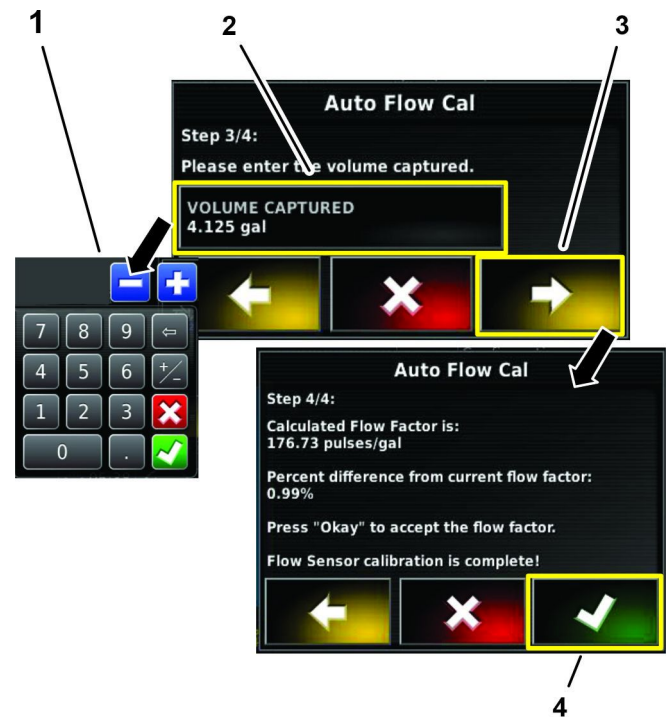
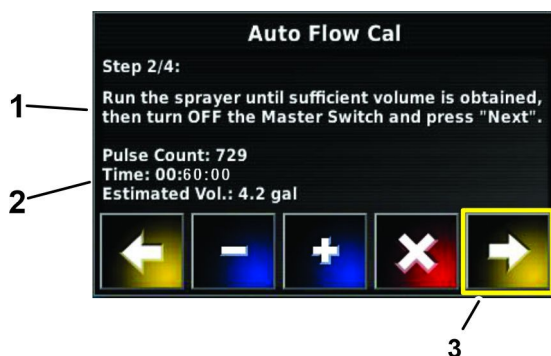

Figure 85
Figure 84
12. Avec le pavé numérique, saisissez la quantité de liquide calculée (Figure 84 et Figure 85).
13. Confirmez le facteur d'étalonnage de débit (Figure 85).